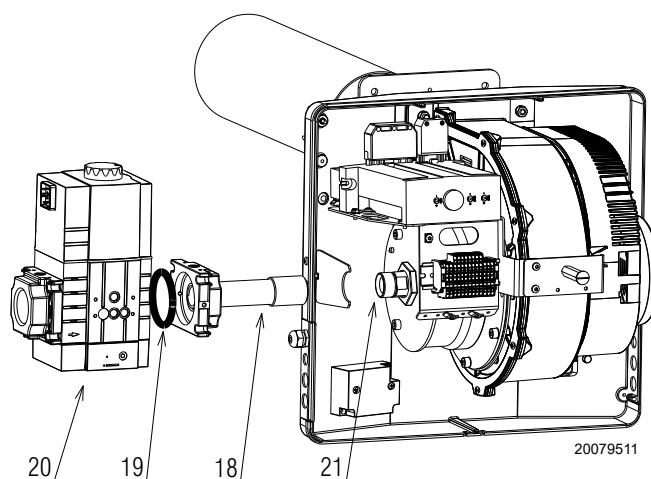

Abb. 11
- Befestigen Sie das Gasventil 20) mit den mitgelieferten vier Schrauben 18)(Abb. 11) am Flansch (Abb. 11).
- Achten Sie auf das Vorhandensein der Dichtung 19)(Abb. 11) und auf die Gasdichtheit.